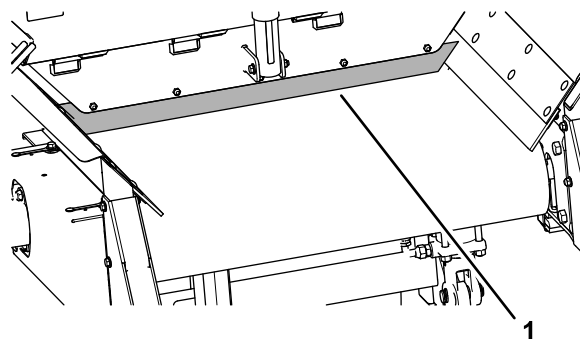

Figura 57
5. Remova o conjunto de escovas de limpeza da correia da traseira da máquina (Figura 57).